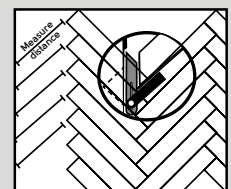

Fig. 9
10. Cortando e instalando tabloncillos en las paredes debe realizarse de la siguiente manera: Mida y marque los tabloncillos como se indica en el diagrama. El ángulo de la pared se puede determinar con un buscador de ángulos (véase más abajo) (Fig. 9).